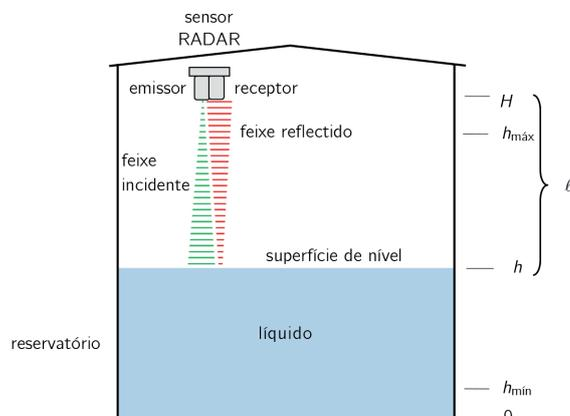

Figura 2. Esquema de princípio de um sensor RADAR.
Figura 2. a) Célula de fabrico (vista de cima). b) Transporte das peças para o sistema de armazenamento e escrita de etiquetas RFID e c) manipulação de peças no molde.
O sensor mede a cada instante o valor de Δf . Uma vez que a variação de f com t é conhecida (linear e em rampa), fica conhecido o valor de Δt , determinando-se, a partir da equação (1), o valor de ℓ e, posteriormente, o valor do nível $h = H - \ell$ (de acordo com a Figura 2).